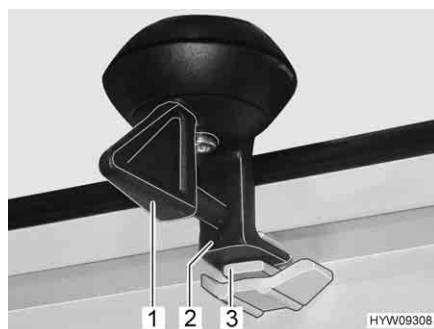

Fig. 70 Bloccaggio (posizione di ricircolo d'aria)
- Ruotare la leva (Fig. 70,1) di un quarto di giro. Il bloccaggio (Fig. 70,2) deve entrare nella rientranza superiore (Fig. 70,3).